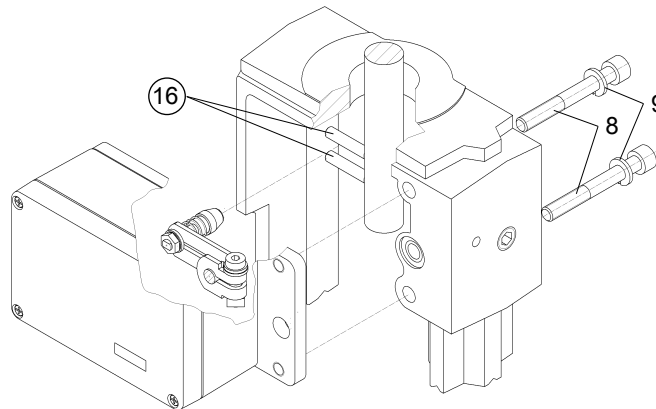

Abb. 6: Montage Signalbox an Antrieb
2. Abb. 6: Hebel (2) bis zum Anschlag auf die Welle der Signalbox schieben und mit Zylinderschraube (5) befestigen.
3. Signalbox so an den Antrieb halten, dass die Rolle zwischen den Stiften (16) geführt wird.
4. Signalbox waagrecht an der Laterne ausrichten und mit den Schrauben (8) und Federringen (9) montieren.